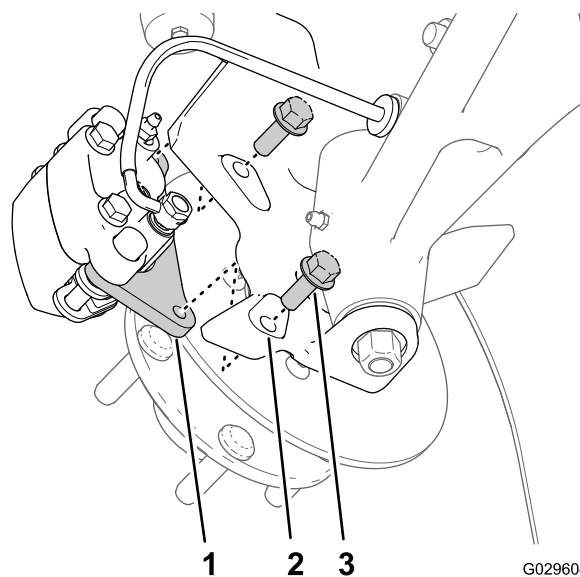
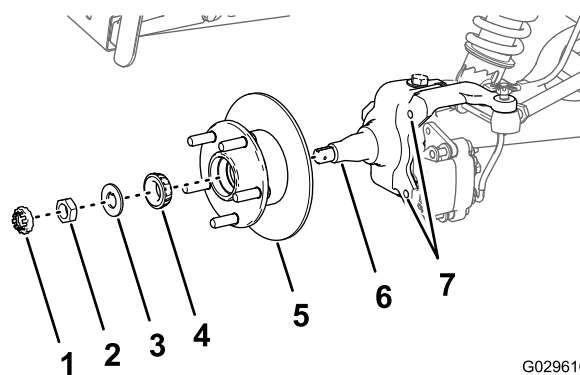

Figure 31
Figure 35
3. Retirez les 2 boulons à embase (3/8 x 1 po) qui fixent le support du frein à la fusée et séparez le frein de la fusée (Figure 31).
1. Appliquez une fine couche de la graisse spécifiée sur la fusée (Figure 35).
2. Montez le moyeu et le rotor sur la fusée en plaçant le rotor à l'intérieur (Figure 35).
3. Montez le roulement extérieur sur la fusée et poussez le roulement contre la bague (Figure 35).
4. Montez la rondelle-frein à languette sur la fusée (Figure 35).
5. Vissez l'écrou de fusée sur la fusée et serrez-le tout en tournant le moyeu (Figure 35).
2. Alignez les plaquettes de frein de chaque côté du rotor (Figure 31) et alignez également les trous dans le support d'étrier et les de fixation du frein sur le porte-fusée (Figure 35).
3. Fixez le support d'étrier au porte-fusée (Figure 31) à l'aide de 2 boulons à embase (3/8 x 1 po) serrés à un couple de 47 à 54 N·cm.